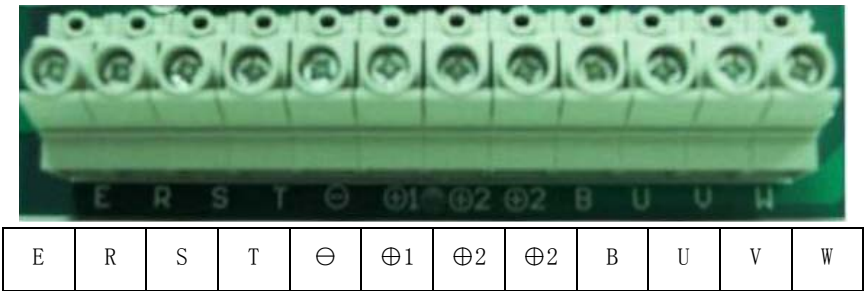

图 3.2 2.2kW/3.7kW/5.5kW/7.5kW/11kW/15kW 主回路端子排列
2.2kW/3.7kW/5.5 kW/7.5kW/11kW/15kW 电梯一体化驱动控制器的主回路端子排列见图 3.2，18.5kW/22kW 电梯一体化驱动控制器的主回路端子排列见图 3.3，30kW/37kW 电梯一体化驱动控制器的主回路端子排列见图 3.4。